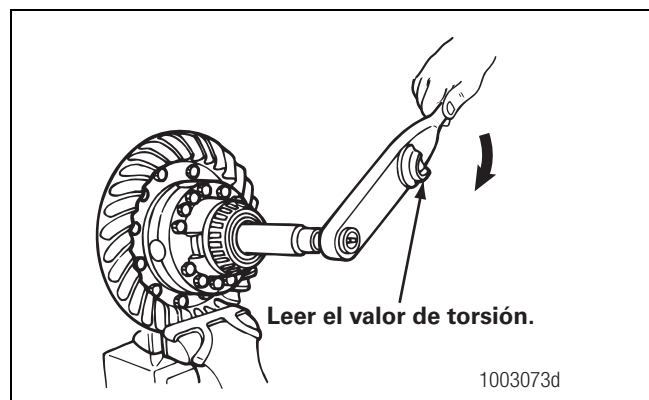

Figura 5.29
4. Coloque una llave de torsión sobre la tuerca de la herramienta y haga girar los engranajes del diferencial. Conforme giran los engranajes del diferencial, lea el valor que indica la llave de torsión. Figura 5.29.